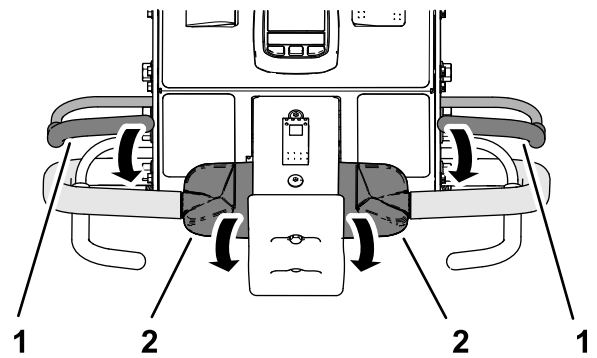

Bild 35
1. Halten Sie einen der beiden Schaltbügel am Lenker fest und drehen Sie den oberen Teil des Fahrtriebhebels nach vorne (Bild 35).